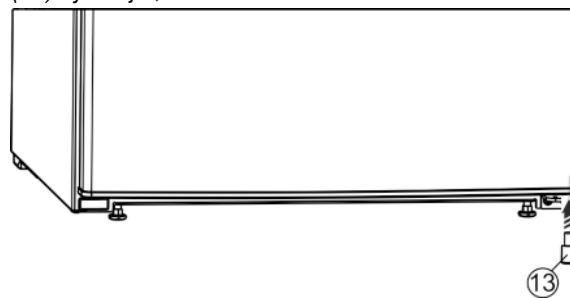

Fig. 10
- ▶ Distanční vložku Fig. 10 (13) opět vsad'te vpravo dole do dveří; je důležitá pro stabilitu přístroje.